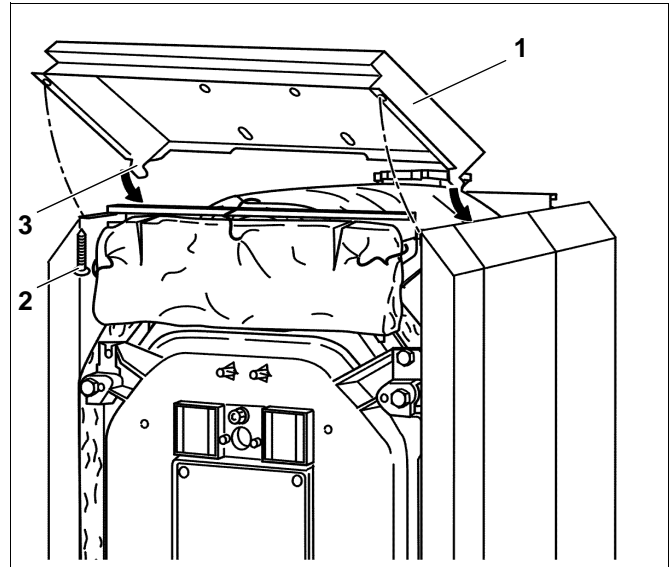

Fig. 51 Montaggio della copertura anteriore
- Incardinare la copertura anteriore (fig. 51, **pos. 1**), con entrambi i ganci (fig. 51, **pos. 3**) nei pannelli laterali anteriori.
- Avvitare, da sotto, la copertura anteriore ai longheroni con due viti autofilettanti (fig. 51, **pos. 2**).